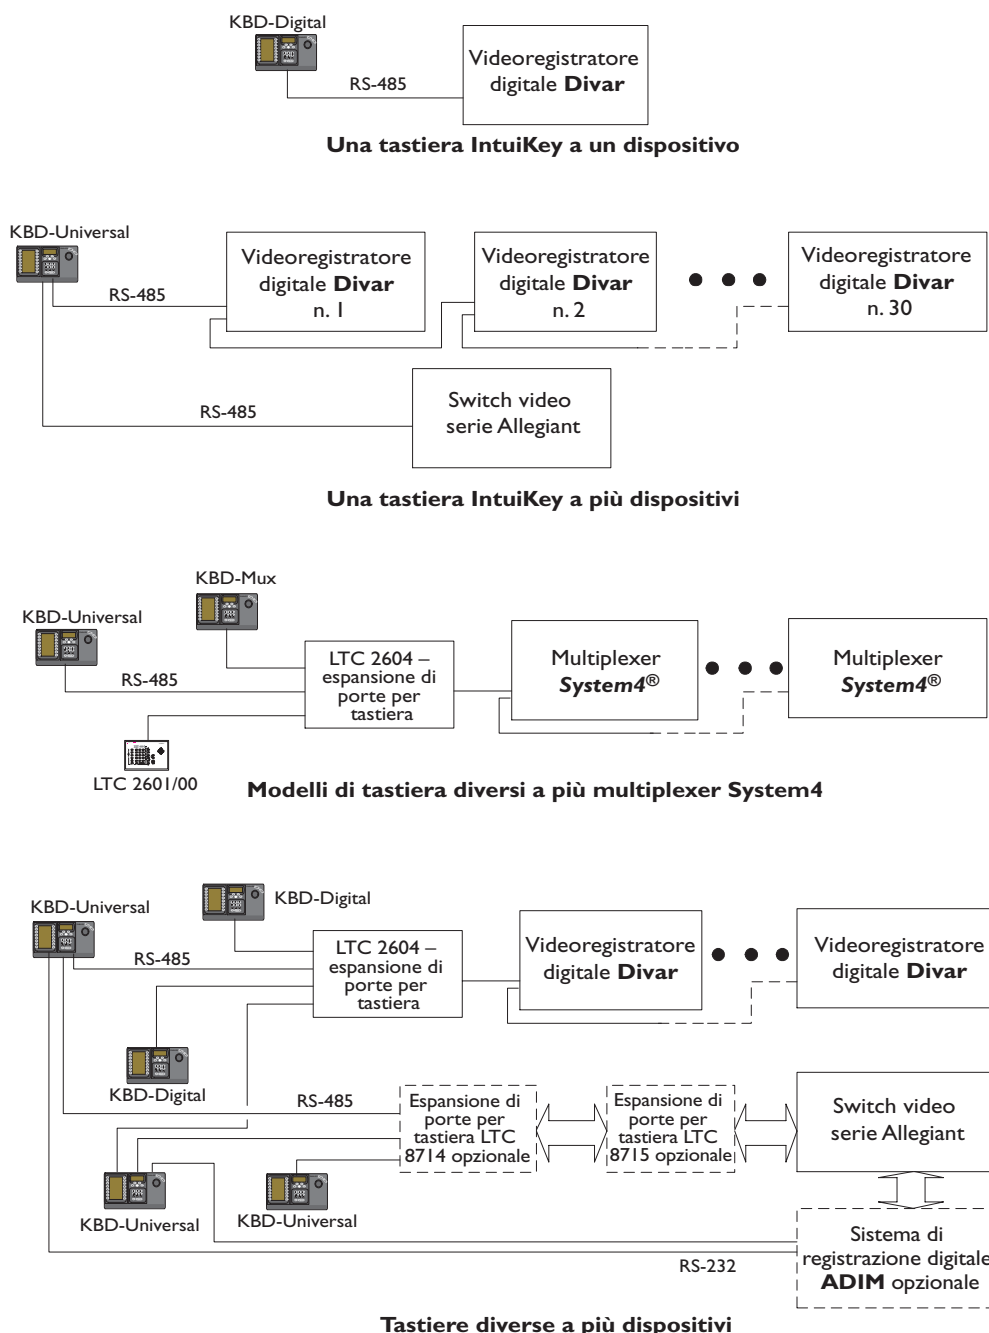

Figura 2-1 Configurazioni di base del sistema IntuiKey
La tastiera IntuiKey è in grado di controllare simultaneamente fino a trenta (30) multiplexer/DVR e un (1) commutatore video. Vedere la **Figura 2-1** per lo schema di una configurazione di base del sistema IntuiKey con questi componenti. Se si deve collegare più di una tastiera IntuiKey a un unico multiplexer o a gruppo di multiplexer collegati a "margherita" (daisy-chain), è necessario aggiungere un'unità di espansione multiporte per tastiera. I commutatori della serie Allegiant possiedono un numero di porte per tastiera che varia a seconda del numero di modello. Se si